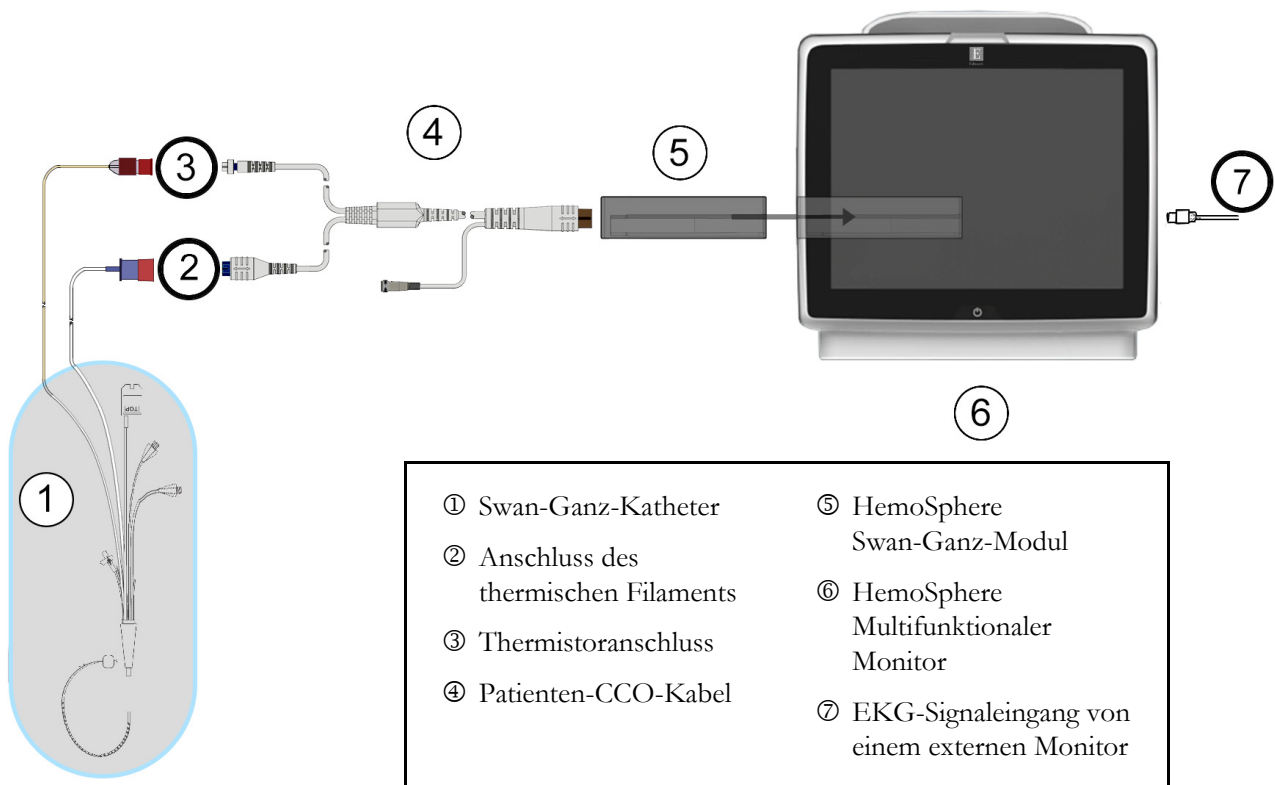

Abbildung 9-8 Übersicht der Anschlüsse für die EDV/RVEF-Überwachung
- 2 Schließen Sie das Katheterende des Patienten-CCO-Kabels an den Thermistoranschluss und die Anschlüsse des thermischen Filaments des Swan-Ganz CCOmbo V-Katheters an. Diese Anschlüsse sind in mit ② und ③ gekennzeichnet Abbildung 9-8.